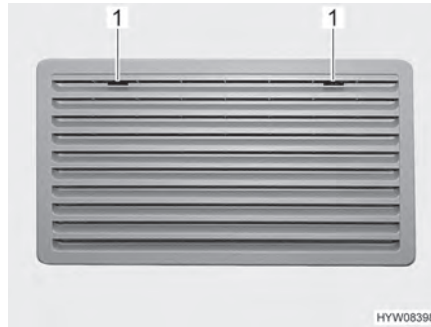
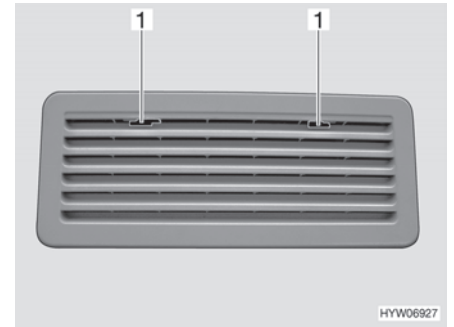

Bild 126 Kylskåpets ventilationsgaller (Thetford stort)
Bild 127 Kylskåpets ventilationsgaller (Thetford litet)
- Skjut spärren (Bild 126,1 eller Bild 127,1) till mitten.